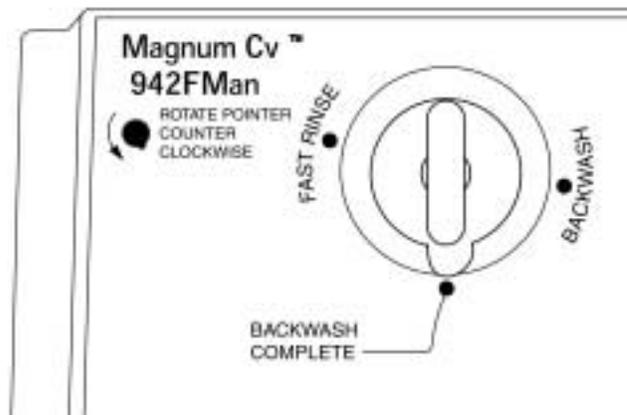

Figura 5.8 Servicio
3. Cuando termina el ciclo de enjuague rápida gire el indicador hasta **Backwash Complete**. Ahora la válvula es en servicio y proporcionando agua filtrada (Figura 5.8).